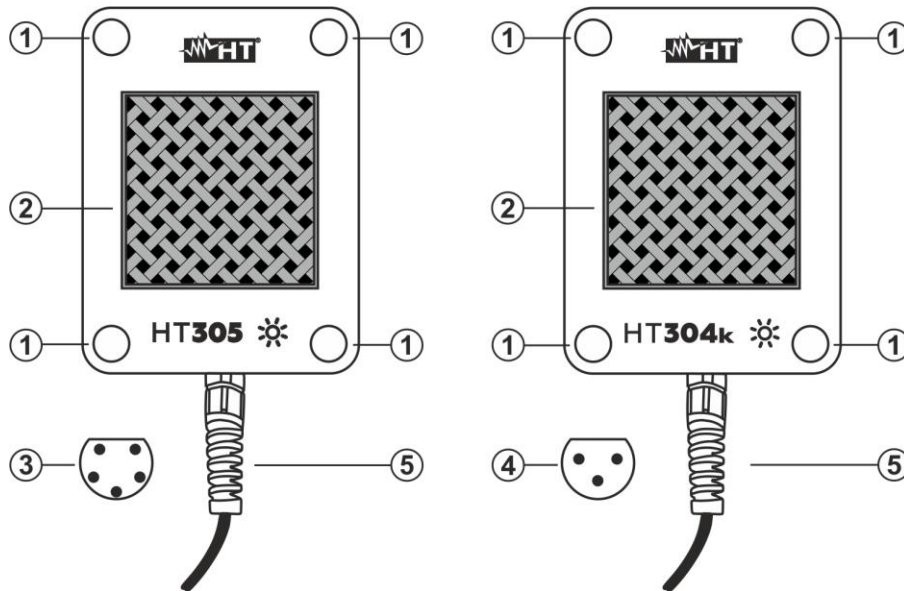

Abb. 1 Beschreibung des Zubehörteils
4. Verbinden Sie den Stecker des Verbindungskabels (**5-polig** für **HT305** oder **3-polig** für **HT304k** – siehe Abb. 1 – Teile 3 und 4) mit der Fernstation SOLAR03 (HT305) oder mit der Fernstation SOLAR-02 oder mit Master-Geräten mit 3-poligen HT-Stecker (HT304k).